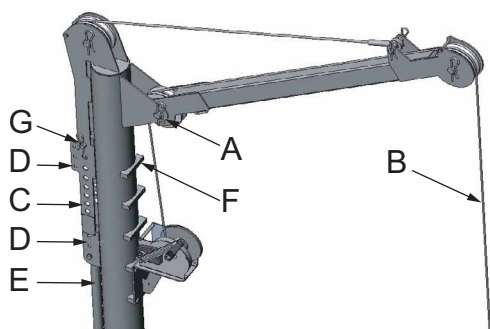

图 7 吊车组件
4. 将吊车臂钢丝绳从吊车导杆顶部的滑轮上引过，并用螺钉(G)将其固定至光孔(C)中。参见图7。